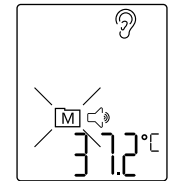

Bild 4
- Sie können vor Durchführung der Messung den zuletzt gemessenen Temperaturwert abrufen. Drücken Sie dazu die MEMO-Taste. Der zuletzt gemessene Temperaturwert wird zusammen mit dem blinkenden [M] Symbol im unteren Teil des Displays angezeigt (Bild 4). Danach wechselt das Thermometer zurück in den Messmodus.